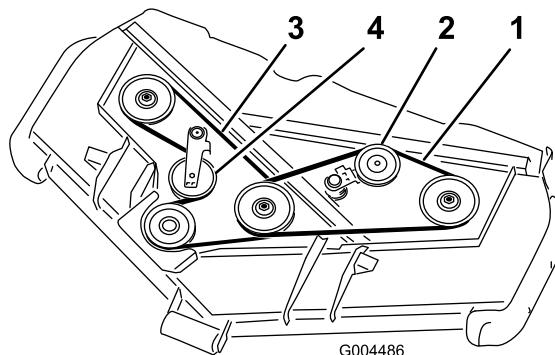

Figura 58
3. Usando una llave de carraca u otra herramienta similar, aleje la polea tensora de la correa superior (Figura 58) de la correa de transmisión superior para aliviar la tensión de la correa y permitir retirar la correa de las poleas.
4. Usando una llave de carraca u otra herramienta similar, aleje la polea tensora de la correa inferior (Figura 58) de la correa de transmisión inferior para aliviar la tensión de la correa y permitir retirar la correa de las poleas.
5. Pase una correa nueva alrededor de la polea de la caja de engranajes, las poleas de eje inferiores y el conjunto de la polea tensora, según se muestra en Figura 58.
6. Pase una correa nueva alrededor de las poleas de eje superiores y el conjunto de la polea tensora, según se muestra en Figura 58.